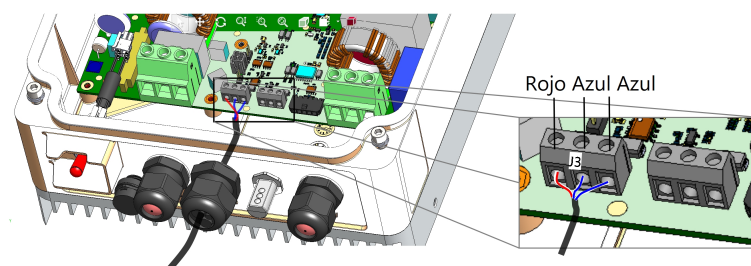

Figura 5: Conectar el cable del sensor al dispositivo Sistema de agua caliente Smart Energy.
5. Conectar el otro extremo del cable del sensor al regulador para agua caliente Smart Energy (Ver *Figura 5*):
Asegurarse de usar el conector que coincida con el bloque de conexión correcto (*Figura 5*):